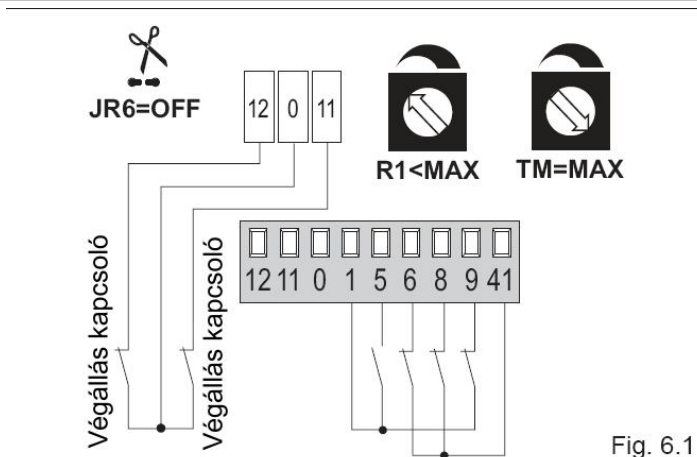

Fig. 6.1
- (Fig. 6.1) Kösse az N.C. nyitó és záró végállás kapcsolókat a 12-0-11 pontokhoz;